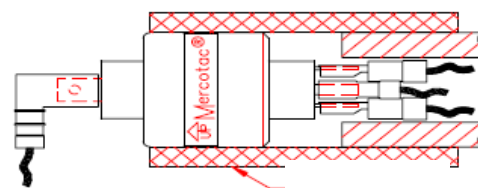

Рис.5 Виброизоляция
7. Вибрация и удары приводят к снижению ресурса соединителей, и даже выходу из строя. Некоторые приложения могут потребовать применения вибропоглощающих устройств, например, резиновой трубки (Рис.5).